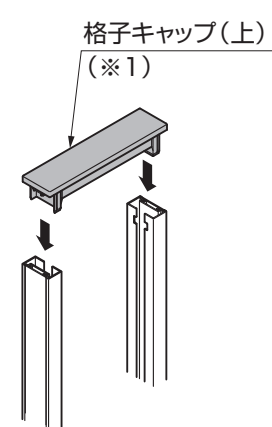

図7-4
- ④格子キャップ(上)を縦格子にはめ込んでください。(図7-4参照)